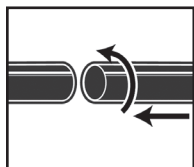

FIGURE 8
12. Attachez un des accessoires de nettoyage (selon vos exigences de nettoyage) sur les bras de prolongation. Visez légèrement pour serrer le raccordement. **FIGURE 8.**